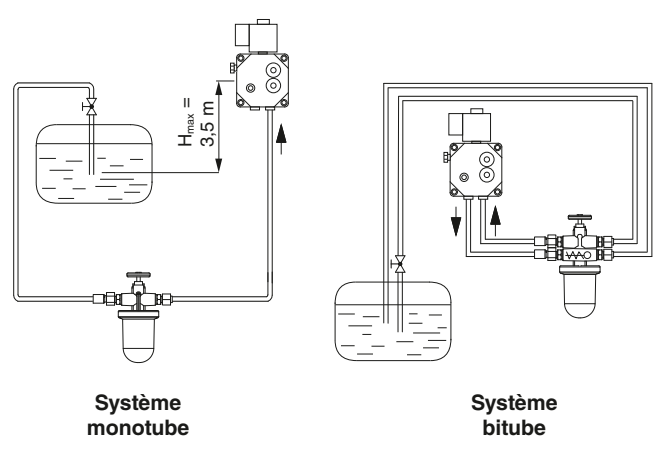

Figure 12
2.8 Dimensions des canalisations de fioul (Cf. fig. 12)